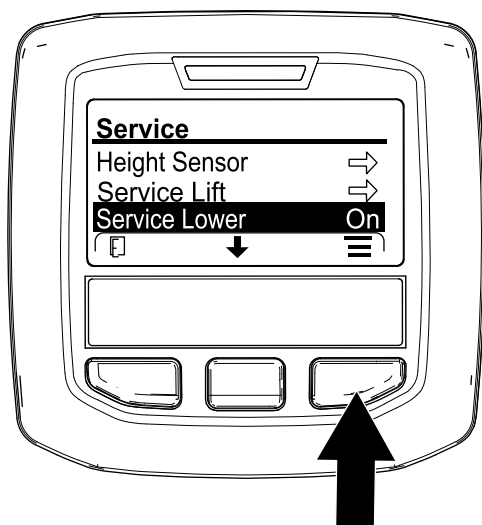

Рисунок 178
6. Нажимайте среднюю кнопку инфо-центра, пока не будет выбрана опция SERVICE LOWER (ОПУСКАНИЕ для ОБСЛУЖИВАНИЯ) (Рисунок 178), нажмите правую кнопку.